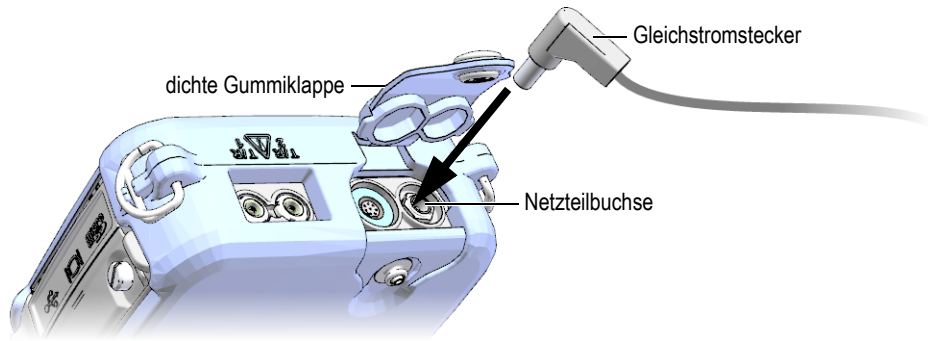

Abbildung 2-3 Anschließen des Gleichstromsteckers
2. Am 38DL PLUS die dichte Gummiklappe über der Gleichstrombuchse oben am Gerät öffnen (siehe Abbildung 2-3 auf Seite 41).
3. Stecken Sie den Stecker des Universalnetzteils in die dafür vorgesehene Buchse des 38DL PLUS ein (siehe Abbildung 2-3 auf Seite 41).